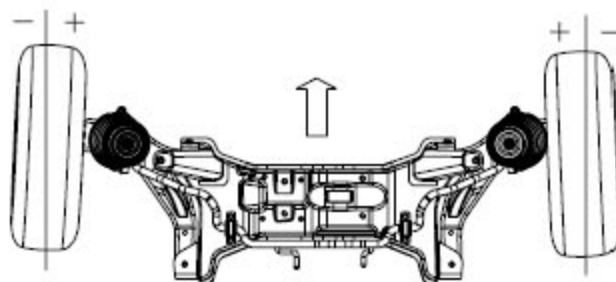

图 1-5 车轮前束
3). 车轮前束：：车轮前束是车轮偏离几何中心线向里偏转，而负前束则是车轮向外偏转，如图 1-5 所示。设置前束的目的是保证车轮平行滚动。前束也可补偿车辆向前行驶时，车轮支架系统产生的少量偏移。只有车轮设置前束合适时，车辆行驶时车轮才能在路上平行滚动。